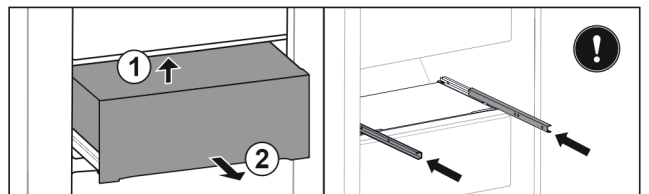

Fig. 46
- ▶ Sollevare il cassetto dal basso sul lato posteriore. Fig. 46 (1)
- ▶ Rimuovere il cassetto tirandolo in avanti. Fig. 46 (2)